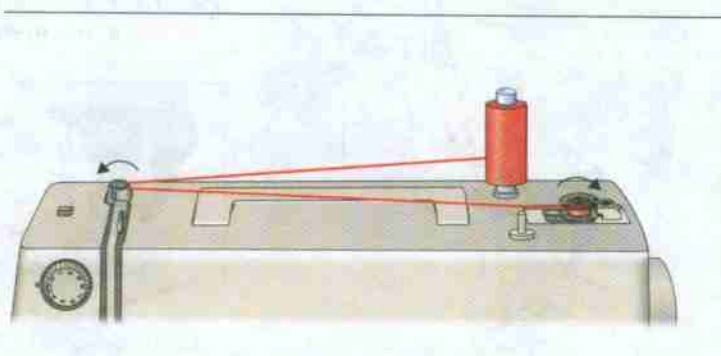

Рис. 71. Намотка нитки на шпульку
3. Катушку с нитками установить на штифт для катушек, нитку завести в регулятор натяжения нитки, а её конец несколько раз обмотать вокруг шпульки (рис. 71).